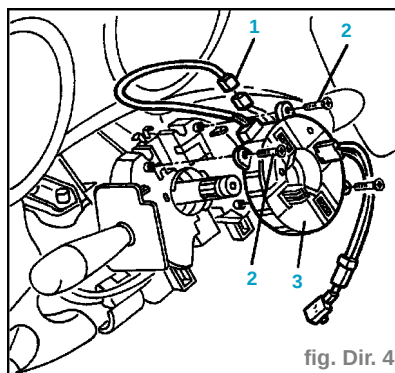

fig. Dir. 4
- Déposer le revêtement inférieur (2).
- Dévisser les vis (3).
- Déposer le revêtement supérieur (4).
- Déconnecter le raccord électrique (1) (fig. Dir. 4).